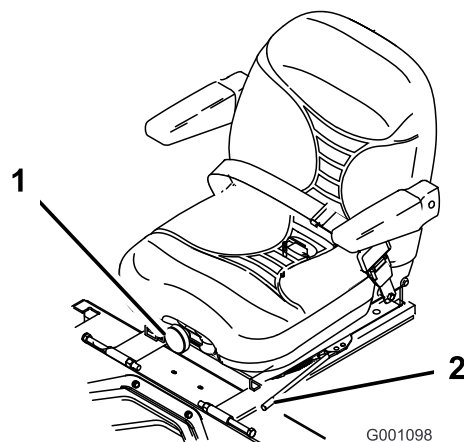

Figure 21
1. Poussez le levier de réglage sur le côté pour débloquer et régler le siège (Figure 21).
Pour ce faire, tournez le bouton avant dans un sens ou dans l'autre pour obtenir la position la plus confortable (Figure 21).